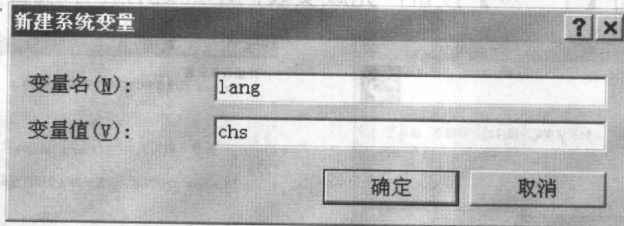

图 1-12 【新建系统变量】对话框
Step4 在【变量名】文本框中输入 lang,在【变量值】文本框中输入 chs,表示将系统语言变量设置为中文语言,如图 1-12 所示。